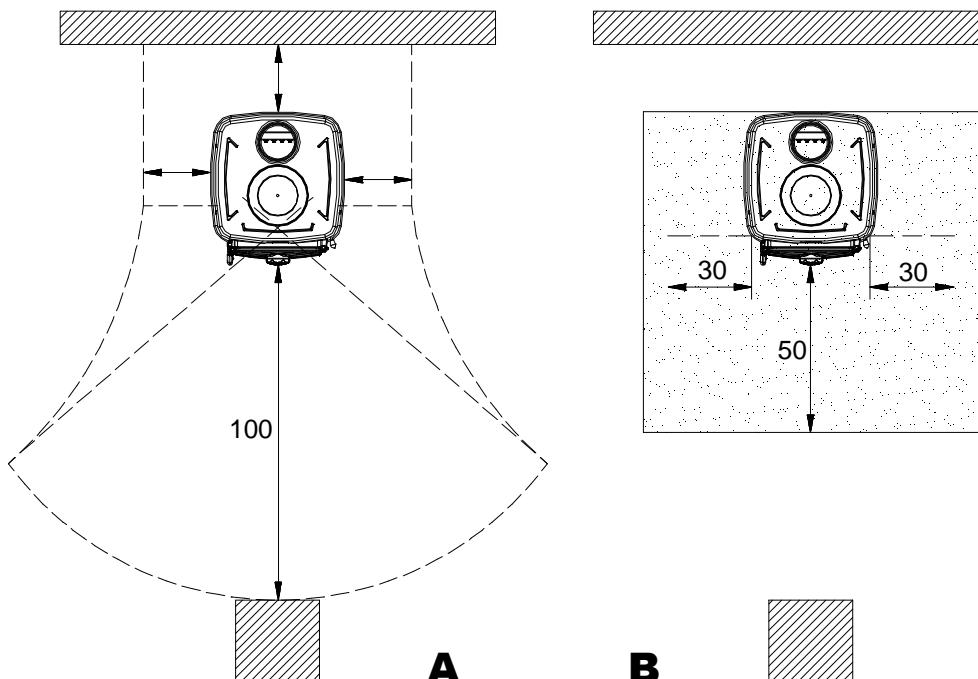

Figure 2
- a) pour assurer une isolation thermique suffisante, respecter la distance minimale de sécurité entre le poêle et les éléments de construction et objets inflammables et sensibles à la chaleur (meubles, revêtements en bois, tissus, etc.) (voir Figure 2). **Toutes les distances minimales de sécurité sont indiquées dans l'étiquette du produit et on il NE FAUT PAS descendre au-dessous des valeurs indiquées.**
- c) si le produit est installée sur un sol de matériau inflammable, prévoir une base ignifuge. **Les sols composés par matériaux inflammables**, comme moquette, parquet ou liège etc., **doivent être remplacés** pas une couche de matériel pas inflammable, par exemple céramique, pierre, vitre ou acier etc.. (dimensions selon les dispositions régionales). La plaque de sol doit dépasser d'au moins **50 cm** à l'arrière, de **30 cm** sur les côtés et d'au moins **50 cm** frontalement (voir Figure 2 B).